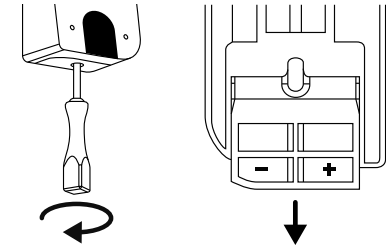

Abb. 110
③ Entfernen Sie die Schraube aus der Unterseite der Tastatur mit dem dem Lieferumfang beiliegenden Tx8-Schraubendreher und ziehen Sie das Batteriefach nach unten heraus (Abb. 110).